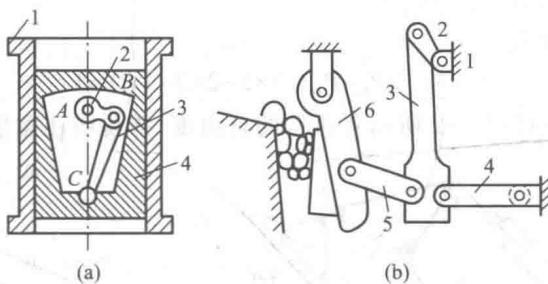

图 2-6
**习题 2-3** 绘出图 2-6 所示机构的运动简图, 并计算其自由度(其中构件 1 均为机架)。